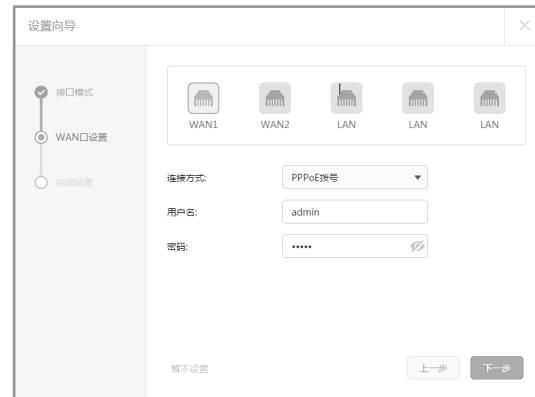

图4-4 上网方式--PPPoE
1) 如果上网方式为PPPoE，即ADSL虚拟拨号方式，则需要填写网络服务商提供的上网账号和密码，如图4-4所示。